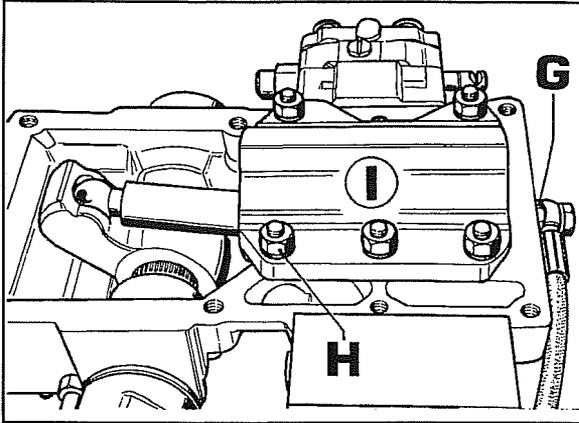

Fig. 30
- f. Quitar el cárter elevador y colocarlo sobre un plano de trabajo como se ve en la fig.30.
g. Desconectar el racor **G** fig.30 luego desconectar los tornillos **H** y quitar el cilindro **I**.